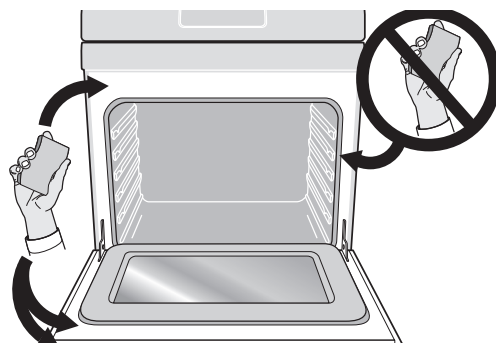

Figure 30 : Nettoyer la partie autour du joint de la porte du four
- Ne nettoyez pas le joint de la porte du four (Figure 30). Le joint tissé est essentiel à la bonne étanchéité du four. Prenez soin de ne pas frotter, endommager ou retirer le joint.
- Nettoyez toute saleté sur le cadre du four, le revêtement de la porte autour du joint et la petite surface située au centre, devant, sur la sole du four. Ces zones chauffent suffisamment pour que la saleté y brûle. Nettoyez-les avec de l'eau et du savon. Ces zones sont indiquées en blanc (Figure 30).